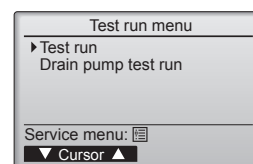

Fig. 7-2
- ② Сынақты жүргізу мәзірінен «Test run» (Сынақты жүргізу) пәрменін таңдаңыз және [ТАҢДАУ] түймесін басыңыз. (Fig. 7-2)
- ③ Сынақ жүргізіле бастайды да, сынақты жүргізу экраны көрсетіледі.